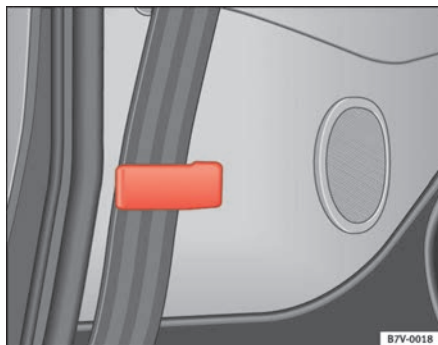

Abb. 20 Gurthalter für die äußeren Sitze der mittleren Sitzreihe
- Werden die Gurte der äußeren Sitze der mittleren Sitzreihe entfernt, führen Sie das Gurtband hinter die Führung der Seitenverkleidungen ⇒ **Abb. 20**, um eine Beschädigung des Gurtbandes beim Umlegen der Rückenlehne zu vermeiden.